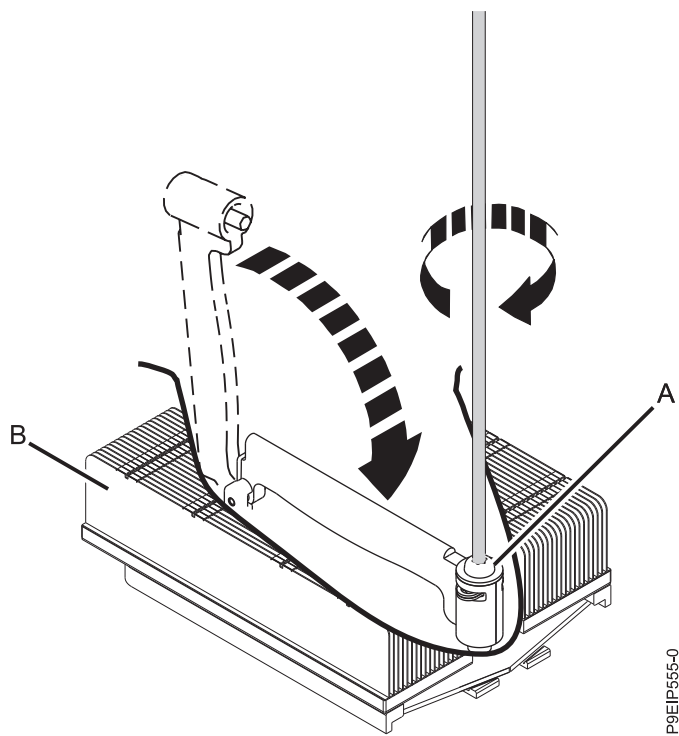

Figure 67. Serrage de la vis du bras de chargement
10. Positionnez le bras de chargement (A) sur le dissipateur thermique (B) et serrez les vis du bras de chargement avec un tournevis Phillips n°3, comme indiqué dans la figure 67, à la page 68.